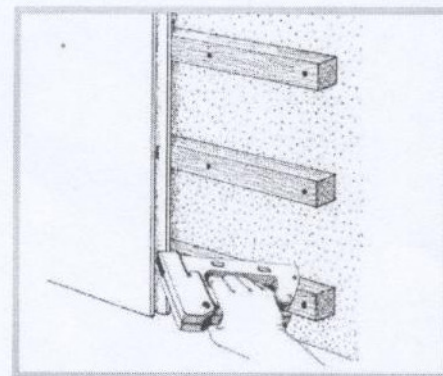

Рис. 10
- 2) Меняется способ крепления *панели* со стороны «паза» по пп. 3.4.4. Крепление *панели* со стороны «паза» к каждому бруску обрешётки должно производиться **П**-образными скобами с помощью строительного степлера, как показано на рис.10.